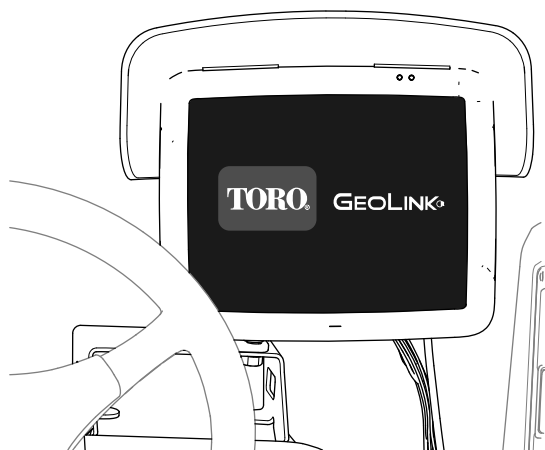

Рисунок 265
- Управляющая консоль – показывает графическое изображение и текст (Рисунок 265)